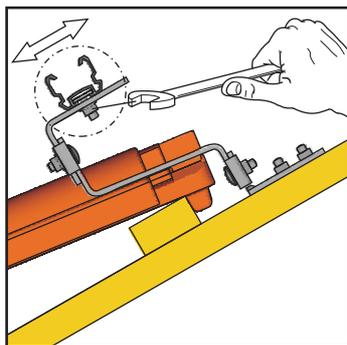
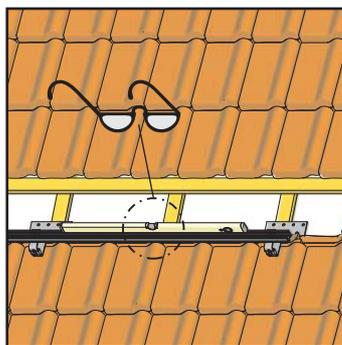

Fig. 3-9 Avvitare saldamente i profilati alla sezione superiore del gancio da tetto
Fig. 3-10 Orientare i profilati parallelamente al bordo delle tegole
11. Avvitare saldamente i dadi autobloccanti che fissano i corsoi ai ganci da tetto Orientando la guida profilata di montaggio parallelamente ai bordi delle tegole (fig. 3-9 / fig. 3-10).